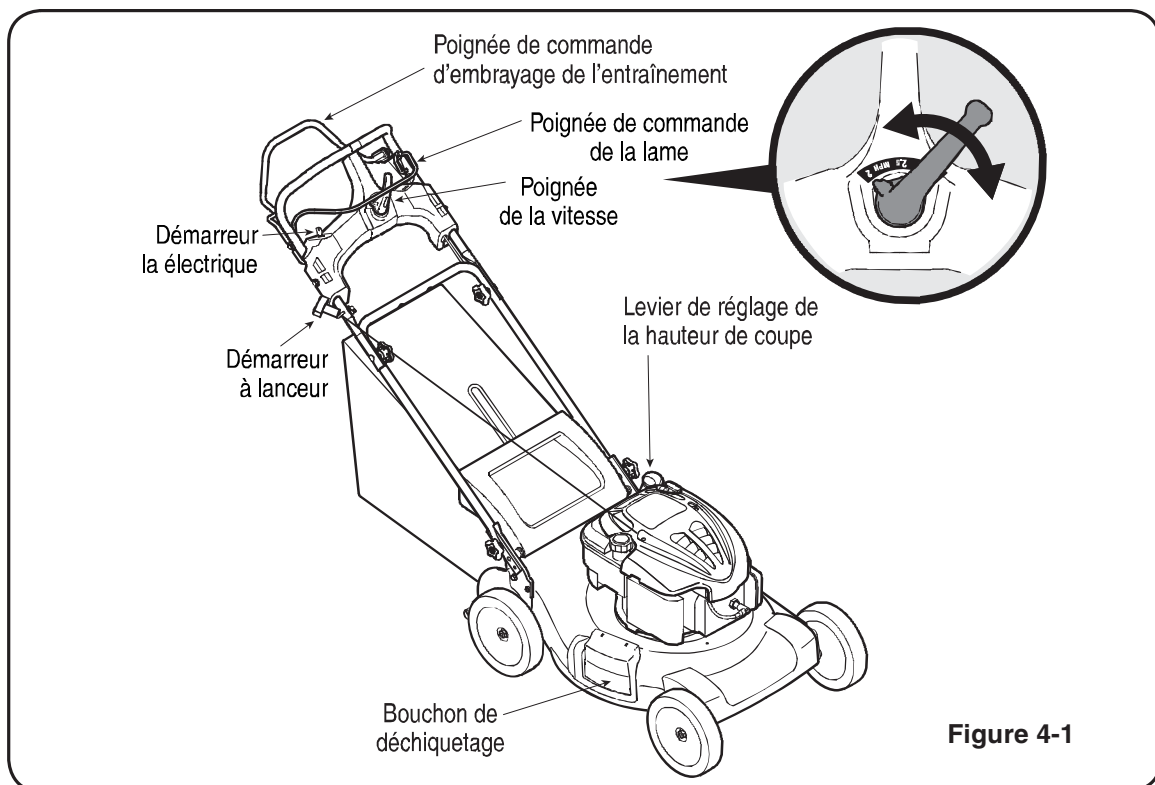

Figure 4-1
La poignée de commande de la lame se trouve sur le guidon supérieur de la tondeuse. Voir la Figure 4-1. Il faut serrer cette poignée contre le guidon pour que la tondeuse fonctionne. Le fait de lâcher la poignée arrête le moteur et la lame.
Elle se trouve sur le boîtier de la commande de vitesse variable, sur le guidon supérieur et sert à sélectionner la vitesse en marche avant de la tondeuse. Voir l'encadré de la Figure 4-1.
3. Démarreur électrique (le cas échéant): Tournez la clé de contact vers la droite pour mettre le moteur en route. Voir la Figure 4-1. Lâchez la clé quand le moteur tourne.